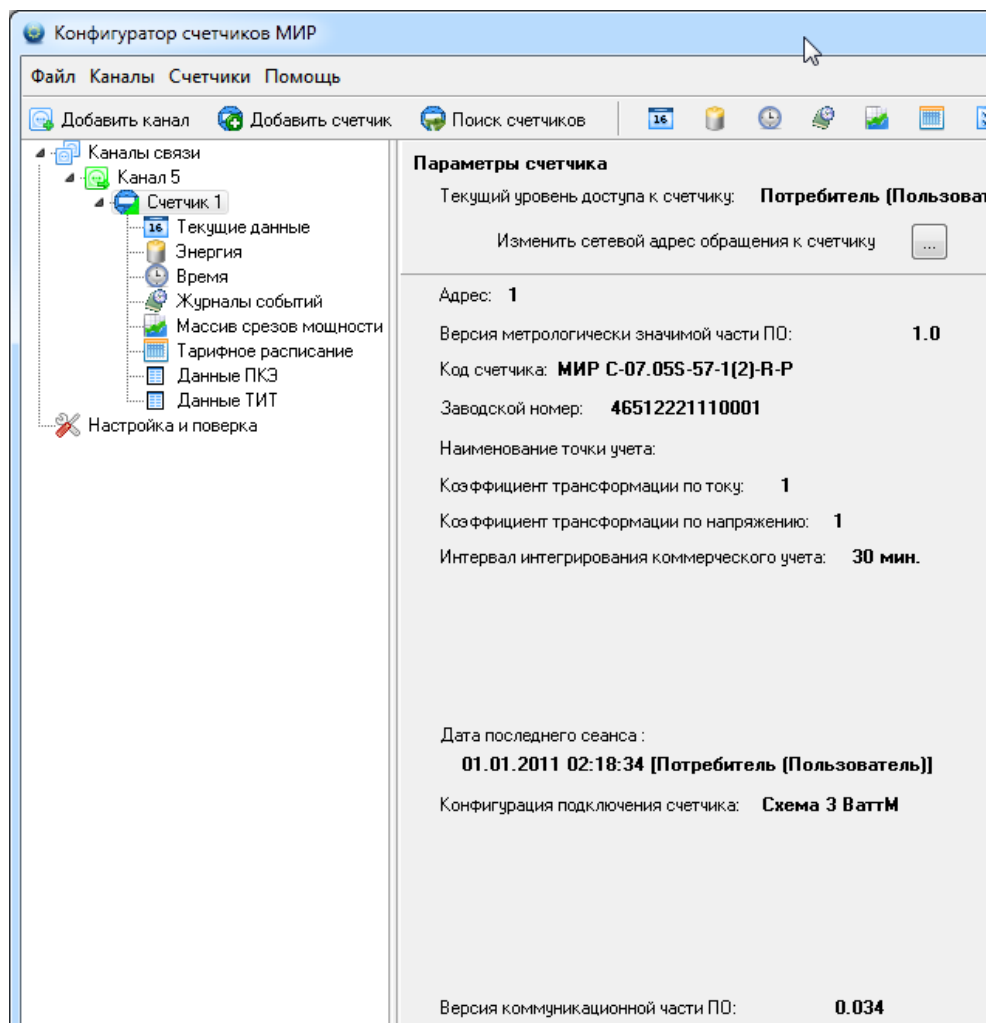

Рисунок 9.61 – Просмотр версии встроенного ПО счетчика
9.8.6.1 Для просмотра информации о версии встроенного программного обеспечения счетчика необходимо перейти на вкладку *Параметры счетчика* главного окна программы КОНФИГУРАТОР и нажать кнопку *Запросить* (рисунок 9.61).